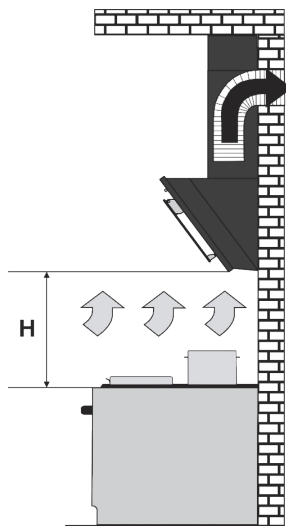

Рис. 1
4.5 При монтаже вытяжки на необходимой установочной **высоте Н** над плитой (рис.1) для отвода воздуха в дымоход используйте воздуховод **Ø150 / Ø120 мм**. Меньший диаметр создаст дополнительное сопротивление воздуху, что приведет к увеличению шума и вибрации, а также к перегреву двигателя.
- ☒ в режиме отвода воздуха в дымоход кухни (рис.1);